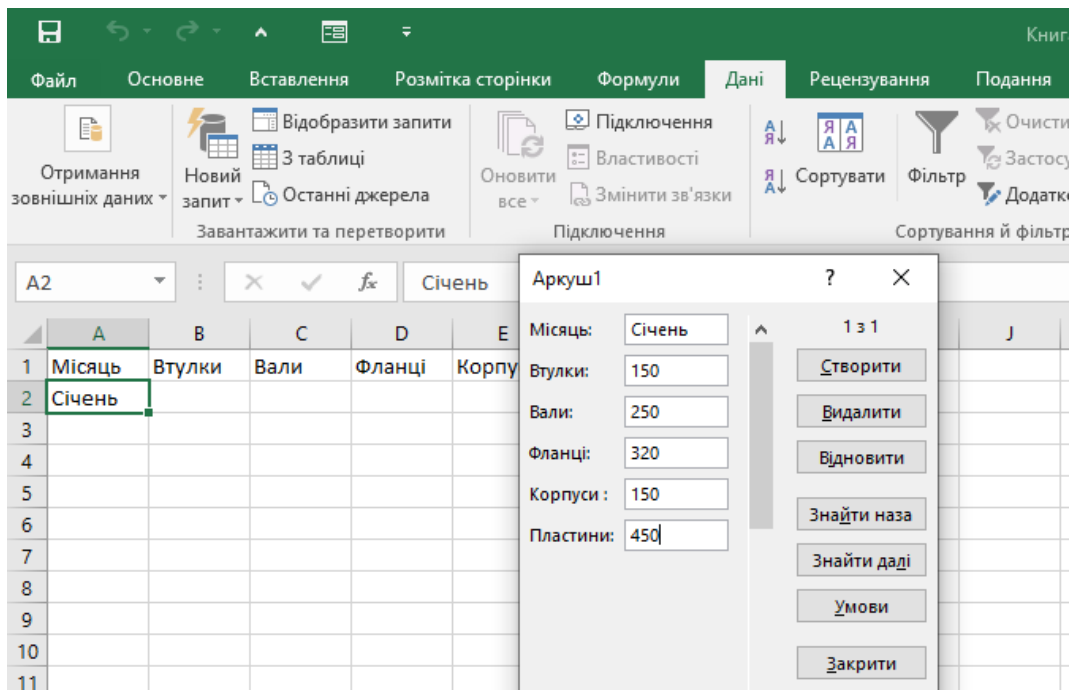

Рисунок 2.27 – Введення значень в форму
8. Вводимо значення, які вважаємо потрібними, і в інші поля, після чого натискаємо на кнопку «Додати» (рисунок 2.27).